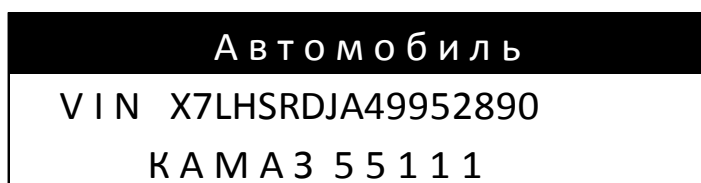

Рисунок 7.4.6 – Окно выбора информации об автомобиле
– окно информации об автомобиле (рисунок 7.4.6);